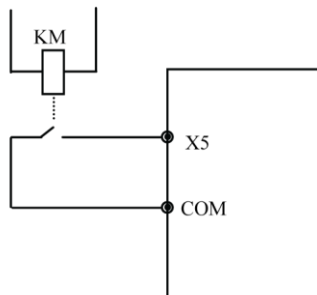

Рис. 7-15 Нормально открытый канал ошибки периферических устройств
**22: Вход отказа внешнего оборудования.** С помощью данного терминала может осуществляться вход сигнала ошибки периферийного оборудования, что удобно для преобразователя, чтобы осуществлять мониторинг неисправностей периферийного оборудования, как показано на Рис. 7-15.